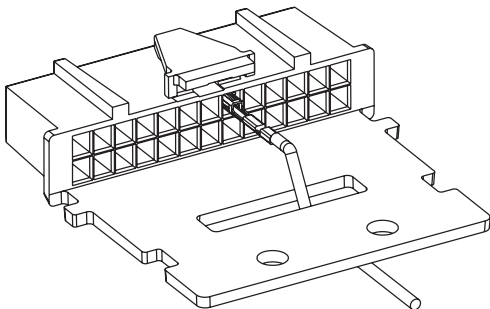

Abb. 1a. Zugentlastung
6. Führen Sie die Drähte wie in *Abb. 1a* gezeigt durch den Anschluss. Sind mehrere Zubehörteile an das Funkgerät angeschlossen, verfahren Sie bitte wie